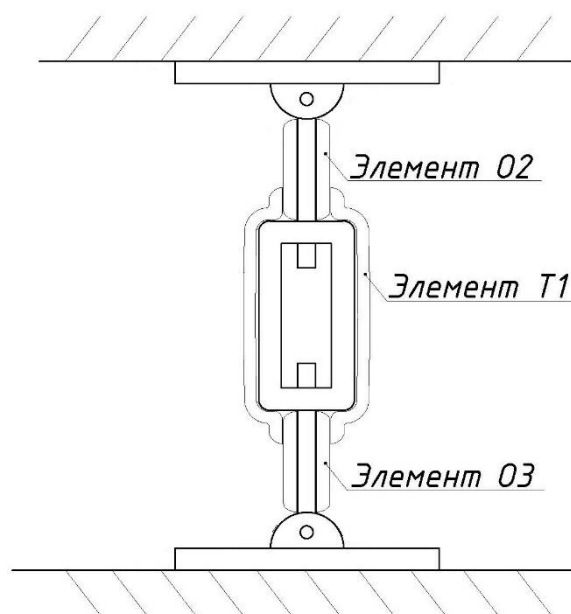

Рис. 6
3.4. Затем поверх элементов О2 и О3 внахлест монтируется элемент защиты корпуса талрепа Т1 (Рис. 6). Величина нахлеста составляет не менее 50 мм.